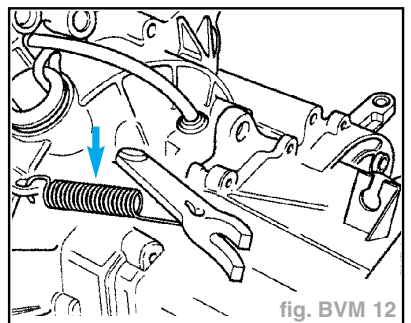

fig. BVM 12
- S'il y en a un, retirer absolument le ressort (flèche) entre le levier de débrayage et la boîte de vitesses ; sinon, le fonctionnement du mécanisme de rattrapage sur le câble d'embrayage n'est pas garanti ! (fig. BVM 12).